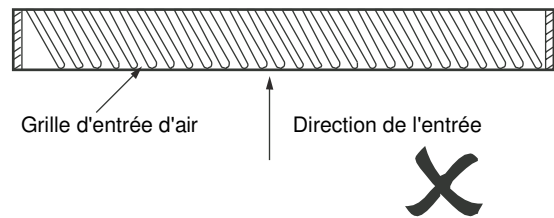

Figure 3.12
2) Il ne doit pas y avoir d'angle entre la position de la grille d'aération et la direction de l'entrée d'air. Dans le cas contraire, des bruits peuvent apparaître. La figure 3.12 montre une installation incorrecte de la grille d'entrée d'air.